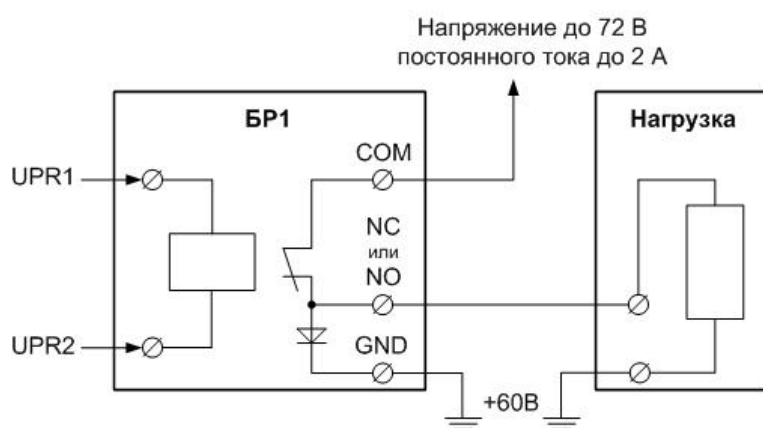
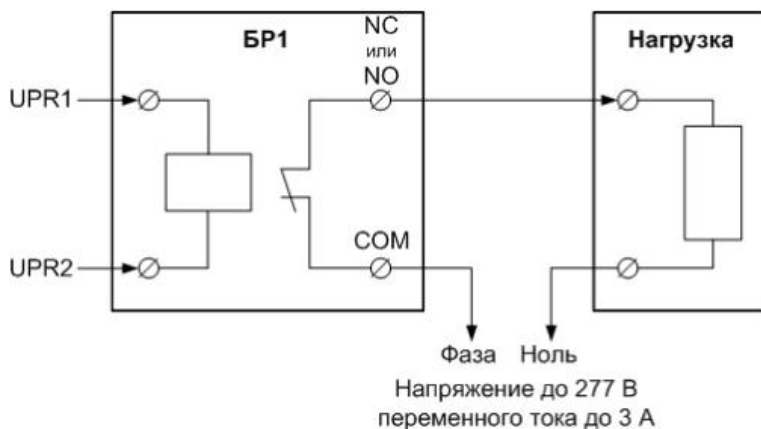
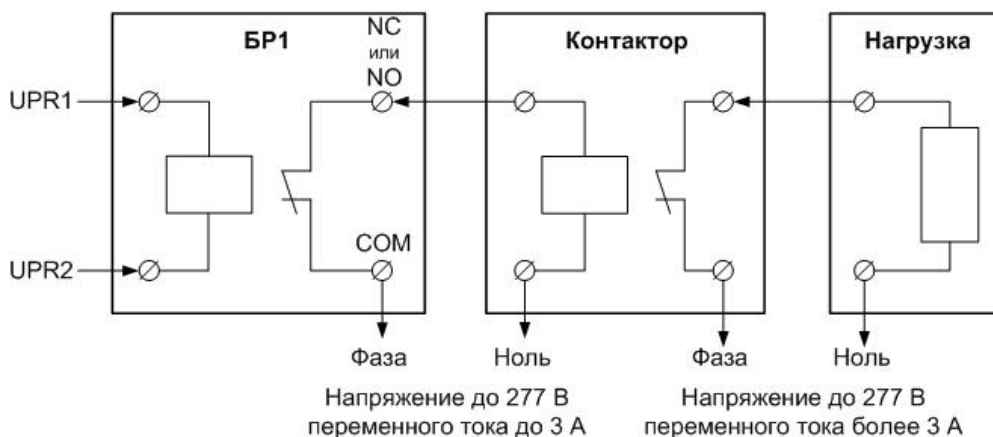

Рисунок 1 - Схема подключения нагрузки по постоянному току
Рисунок 2 - Схема подключения нагрузки по переменному току
Рисунок 3 - Схема подключения нагрузки с использованием контактора
Схема подключения изделия для коммутации нагрузки по постоянному току приведена на рис.1, схема подключения изделия для коммутации нагрузок по переменному току приведена на рис.2.
Как видно из рис.1, управляющий контакт изделия коммутирует на нагрузку минусовой провод стационарного питания. Диод в схеме коммутации позволяет гасить дугу, возникающую
Как видно из рис.2, управляющий контакт изделия коммутирует на нагрузку провод «Фаза» электропитающего ввода. Диод в схеме коммутации из раздела 1.4.1 в схеме коммутации по переменному току не задействуется, т.е. к клемме «GND» изделия не должно быть ничего подключено.
При необходимости коммутации силовых нагрузок с токами больше 3 Ампер изделие следует рассматривать как промежуточное устройство, управляющее контактором. В свою очередь контактор может быть подобран на напряжение и ток любой величины. Схема подключения контактора приведена на рис.3.
Примечание к рис.1, рис.2, рис.3. - Клеммы управление «UPR1» и «UPR2» изделия на рис.1, 2 и 3 условны, так как они зависят от типа контроллера. Информация по выбору клемм управления приведена в разделах ниже.
1.3.3.1 Если коммутируемая нагрузка по постоянному току, используйте схему рис.1. При этом обязательно подключите клемму «GND» изделия к «земле» (см. раздел 1.4.1).
1.3.3.2 Если коммутируемая нагрузка по переменному току, используйте схему рис.2. Клемма «GND» изделия не должна быть задействована.